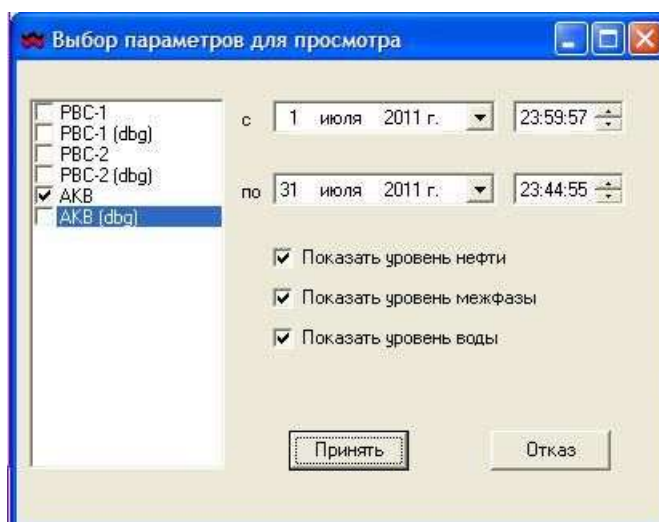

Рис. 4
4.1. Получение временных трендов. Для получения временных трендов последовательно нажимайте левую клавишу мыши меню АРМ-оператора «сервис» в появившейся закладке «архивы», В появившемся рис. 4 окне необходимо поставить галочку напротив емкости, тренд которой нужно просмотреть. Одновременно можно просматривать тренды по четырем емкостям. Установить дату, время начала и конца временного тренда и нажать клавишу «принять».